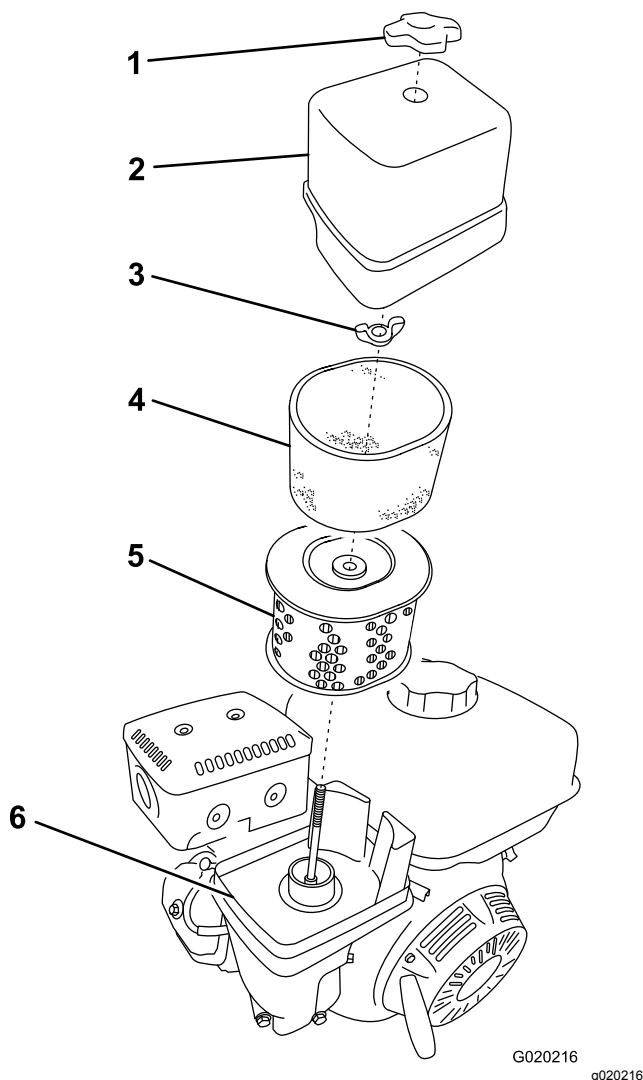

Figura 50
3. Retire la tuerca que sujeta la tapa (Figura 50).
5. Separe cuidadosamente de la base los elementos de gomaespuma y de papel (Figura 50).
6. Separe el elemento de gomaespuma del elemento de papel (Figura 50).